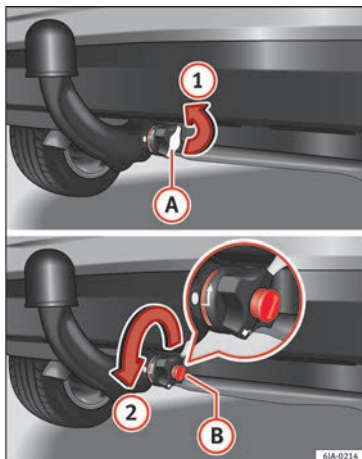

Fig. 200 Quitar la tapa de la cerradura/abrir con llave la cerradura.
- Quite la tapa **(A)** que cubre la cerradura de la ruedecilla manual en el sentido de la flecha **(1)** » **fig. 200**.